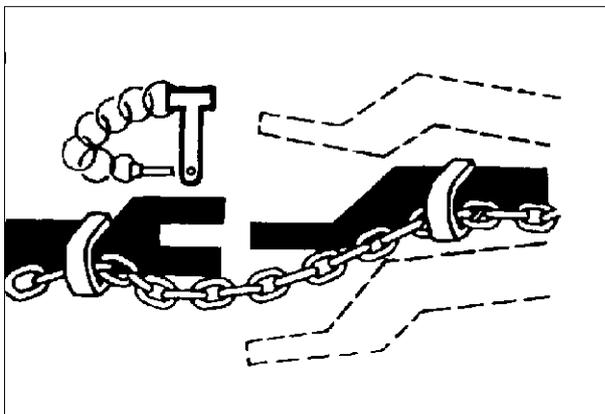

Fig. 5
**L'attelage entre le tracteur et la machine** doit toujours être effectué comme décrit dans le manuel d'instruction. Si l'attelage se fait par une barre d'attelage, l'une des parties (la barre d'attelage du tracteur ou de la machine) doit être en fourche. Le boulon de la barre d'attelage doit être verrouillé par des goupilles. (Fig. 5)